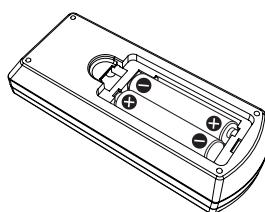

图 2
- 2) 插入电池并关闭盖板。(先插入 "●" 端。)(图 2)